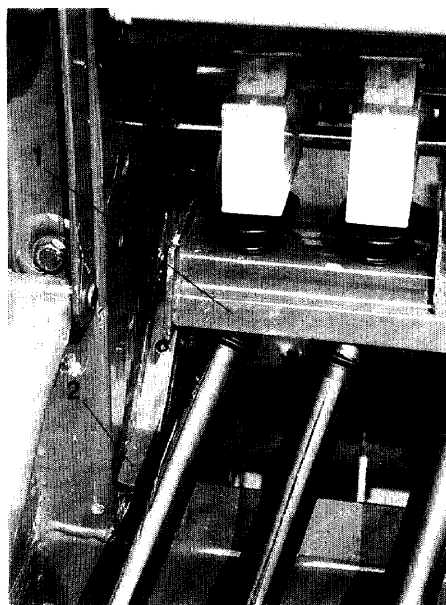
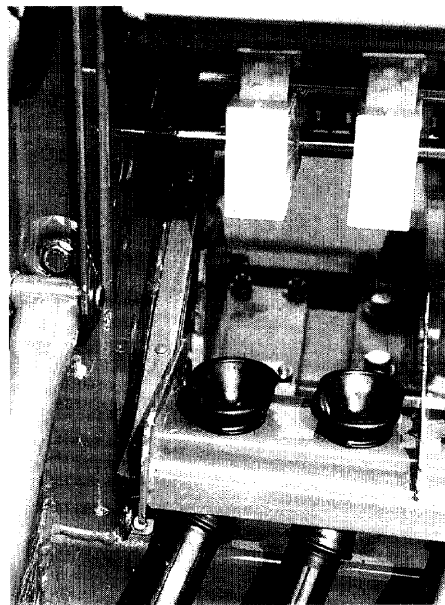

Fig. 36
Fig. 37
- Trechtergoot (fig. 36/1), zoals in fig. 37 aangegeven, in de geleiders afen zakken. Daartoe dient men de hendels (fig. 36/2) op de geleiders kortstondig op te lichten.